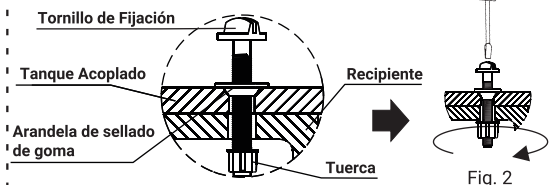

Fig. 2
- Enseguida alinear las perforaciones del tanque con el recipiente y colocar los tornillos (acompañan al tanque acoplado). El tornillo debe quedar trabado con la llave, rosquear la tuerca hasta fijar el tanque en el recipiente. Fig. 2. Recomendamos uso de la llave 1/2" x 12".
- 1: Observar la secuencia de montaje. Fig. 2